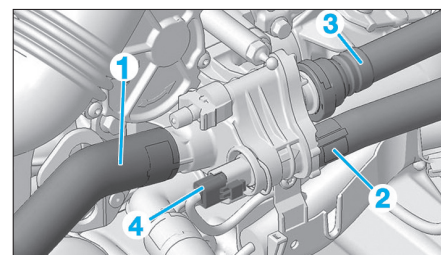

Fig. 26
- les durits (1) et (2) (Fig.26),
- le tube (3).
- Débrancher le connecteur (4) de la sonde de température.